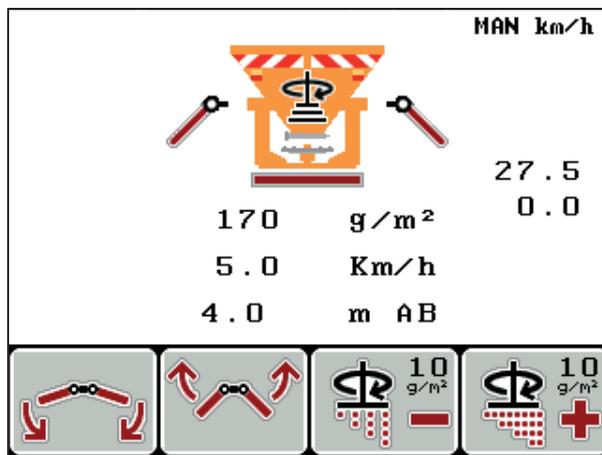

Bild 5.7: Symmetrisches Streubild
3. **L/R** Taste drücken bis beide Seiten gleichzeitig verstellbar sind (Siehe Bild 5.7)
Das symmetrische Streubild ist aktiv, sobald beide Seiten gleichzeitig verstellbar sind (Siehe Bild 5.7) und die Aktuatoren bis zu einer der Endschlagpositionen (unten oder oben) angefahren sind.
3. **L/R** Taste drücken, bis beide Seiten gleichzeitig verstellbar sind (Siehe Bild 5.7)